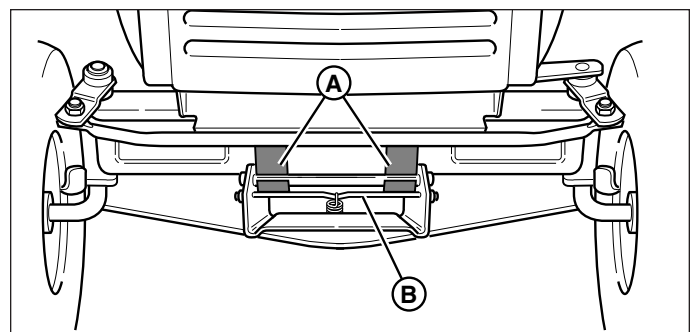

Figure 12. Attelage de la tondeuse
6. Braquer les roues droit vers l'avant. Tirer sur le levier à ressort (B, figure 12) et soulever l'attelage de la tondeuse pour le dégager des supports du tracteur.
3. Voir la figure 12. Braquer les roues droit vers l'avant. Tirer le levier à ressort (B) tout en soulevant l'attelage de la tondeuse. Installer l'attelage de la tondeuse sur les
8. Braquer les roues droit vers l'avant. Tirer sur le levier à ressort (B, figure 12) et soulever l'attelage de la tondeuse pour le dégager des supports du tracteur.